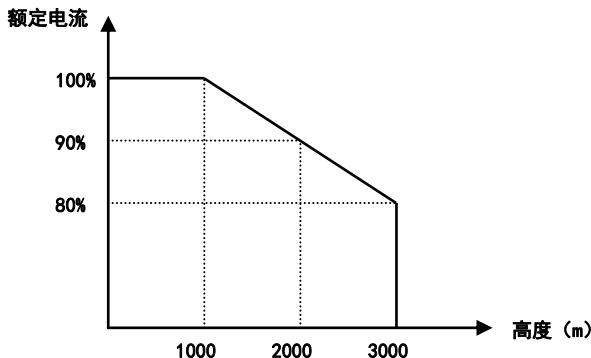

图 1-7 变频器额定电流与海拔高度降额曲线图
- 在海拔高度超过 1000 米的地区, 由于空气稀薄造成变频器的散热效果变差, 有必要降额使用。图 1-7 所示为变频器的额定电流与海拔高度的关系曲线。